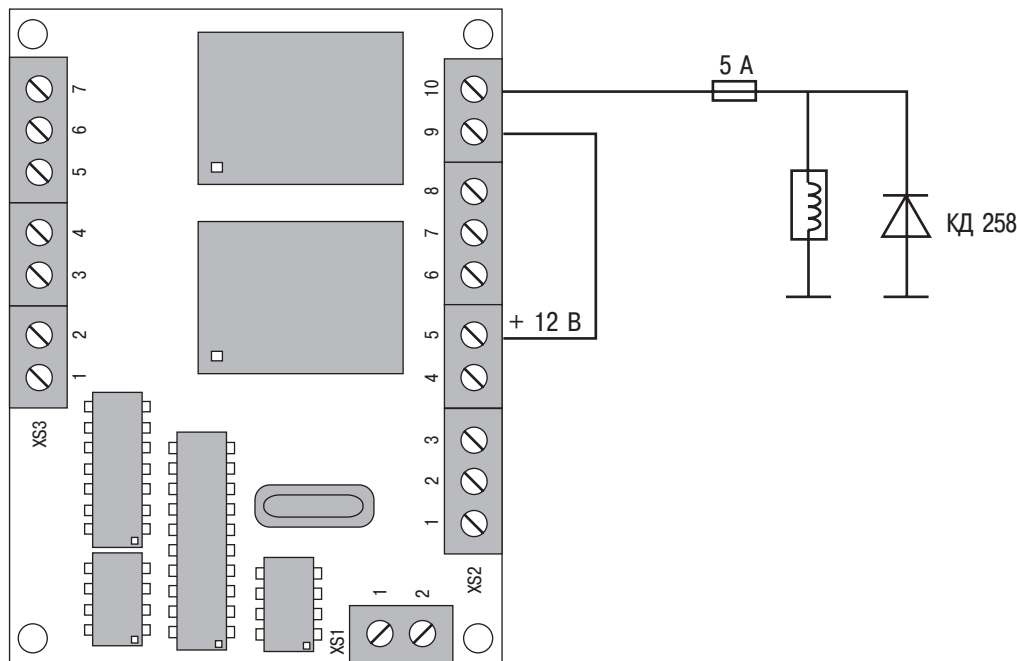

Рис.4.2. Схема подключения электромеханической защелки.
4.8. При использовании в качестве замка электромеханической защёлки следует придерживаться схемы отображенной на рис. 4.2.